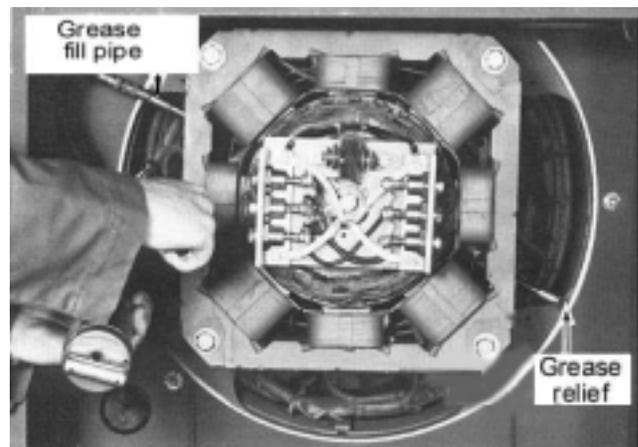

Figure 5-2
3. Dévisser les bouchons de remplissage et de vidange (Figure 5-2)